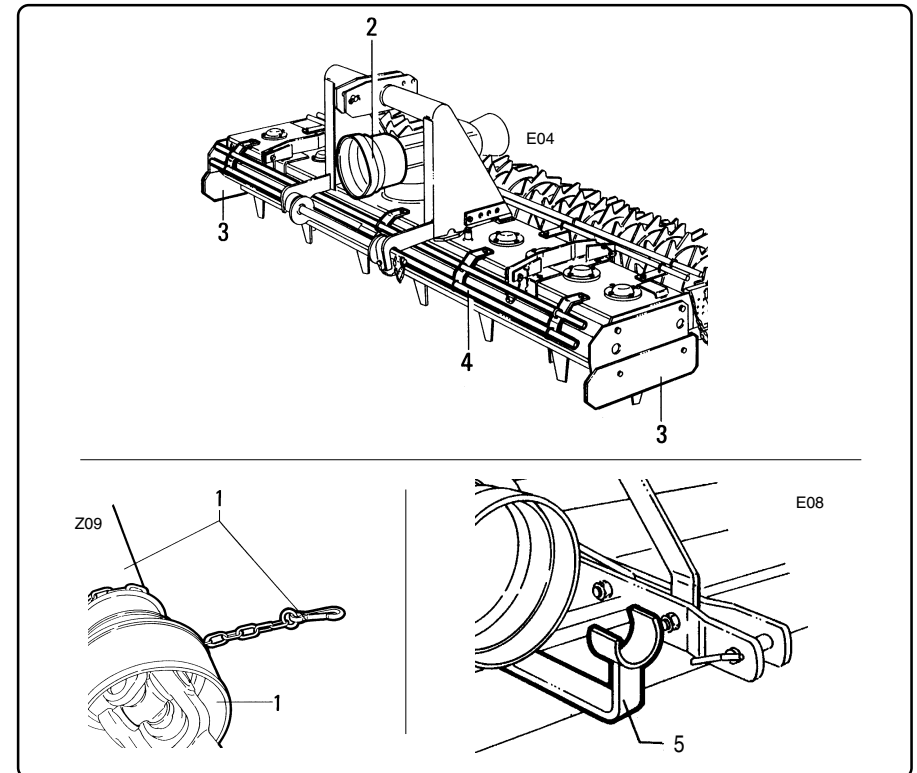

fig. 1.4.1
- **Legenda dispositivi di sicurezza (fig. 1.4.1).**